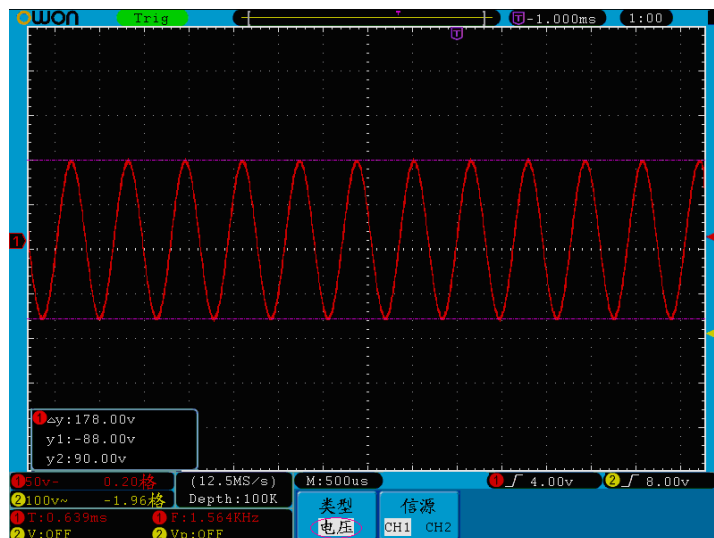

图5-58：电压光标测量波形
4. 根据被测波形，分别转动两个通道的 **垂直位置** 旋钮调整光标1、光标2的位置，位于波形左下方的光标增量窗口显示光标1和光标2电压幅度差值的绝对值及两光标当前的位置。见图5-58：